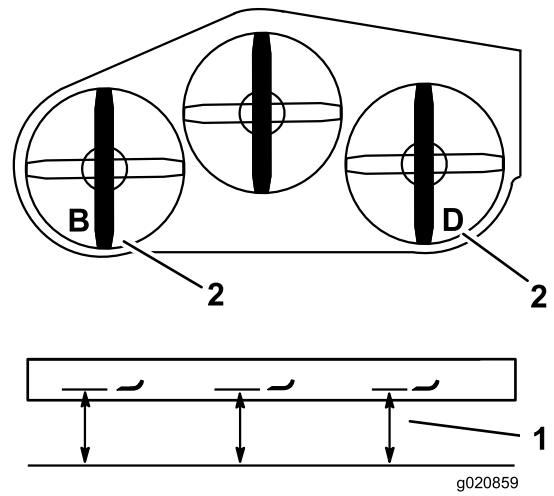

Figure 84
- Mesurez et notez la distance au point **B** entre la surface plane et le tranchant de la pointe de la lame gauche (Figure 84).
- Mesurez et notez la distance au point **D** entre la surface plane et le tranchant de la pointe de la lame droite (Figure 84).
Remarque: La mesure au point **B** doit être égale à 3 mm près à la mesure au point **D** (Figure 84). Si ce n'est pas le cas, passez aux opérations suivantes.